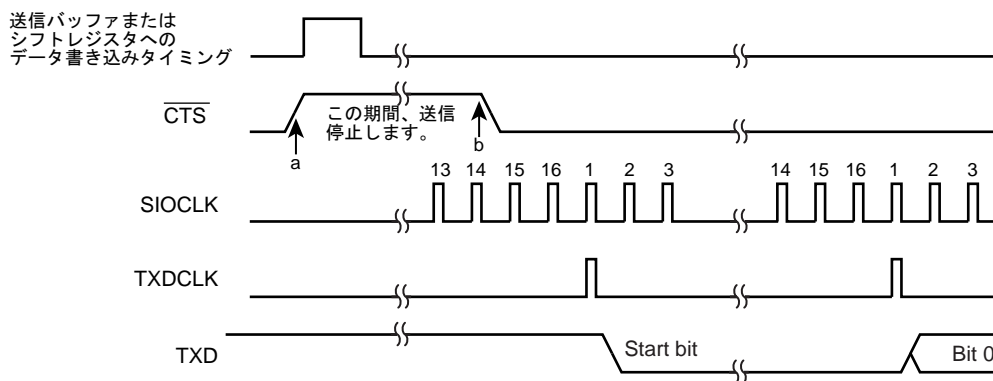

図 11-9 $\overline{\text{CTS}}$ 信号のタイミング
- 注 1) 送信中に $\overline{\text{CTS}}$ 信号を立ち上げた場合、送信終了後に停止します(図 11-9 "a")。
- 注 2) $\overline{\text{CTS}}$ 信号立ち下り後の最初の TXDCLK クロックから送信を開始します(図 11-9 "b")。